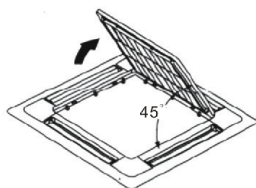
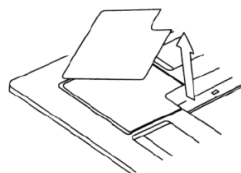

Рисунок 2
Рисунок 3
2. Поднимите решетку на угол примерно 45° и снимите ее. (См. рис. 2) Снимите монтажную заглушку в углу. Извлеките заглушку. (См. рис. 3)